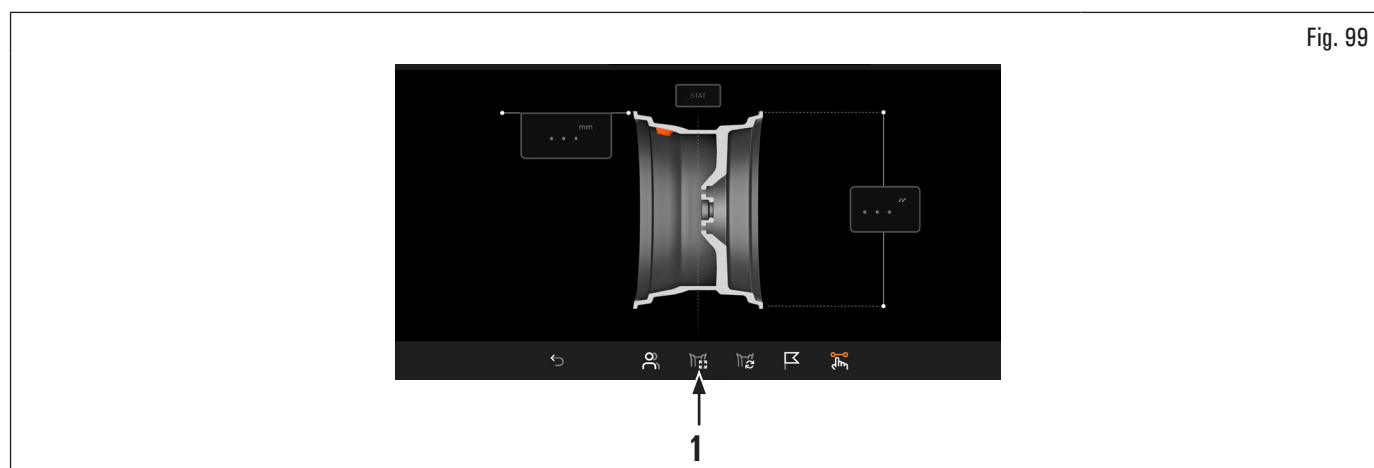

Fig. 99
3. el icono  (Fig. 99 ref. 1) para entrar en la pantalla ilustrada después;